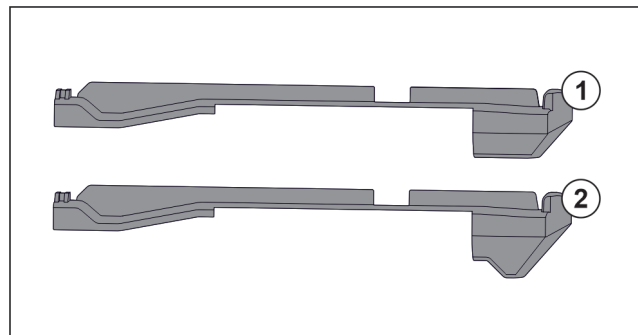

Fig. 74 Compararea pieselor de fixare
În aparat există două piese diferite de fixare. Piesa de fixare de deasupra sertarului de jos Fig. 74 (2) are o margine triunghiulară. Toate celelalte piese de fixare Fig. 74 (1) au o margine dreaptă.
- ▶ Montați piesa de fixare Fig. 74 (2) cu marginea triunghiulară peste sertarul de jos.
- ▶ Montați piesa de fixare Fig. 74 (1) cu marginea dreaptă la toate celelalte poziții.